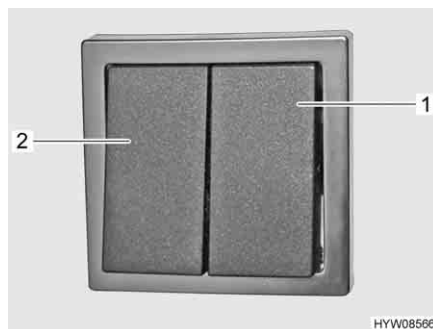

Fig. 1 Pulsante basculante dello scalino di ingresso (zona di ingresso)
**Inserimento:** ■ Premere il pulsante basculante destro (Fig. 1,1) nella zona di ingresso.
**Estrazione:** ■ Premere il pulsante basculante sinistro (Fig. 1,2) nella zona di ingresso.